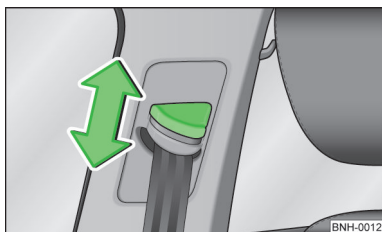

Abb. 157
- Den Umlenkbeschlag drücken und in die gewünschte Richtung nach oben oder unten schieben » Abb. 157.